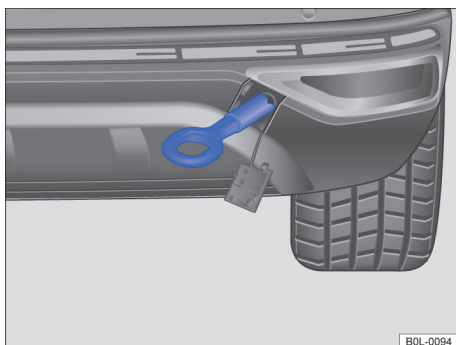

图 128 后保险杠上右侧：已拧入牵引环
- 将牵引环沿逆时针方向牢固地拧入支座中 → 图 128 → ⓪。用一个合适的器具，将牵引环充分而牢固地拧入支座中。